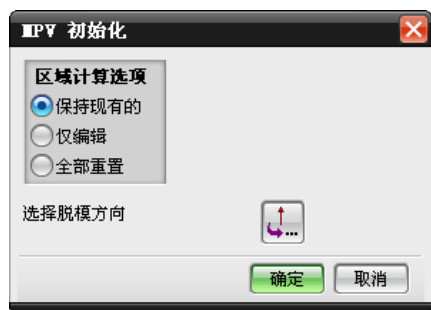

图 6-24 【MPV 初始化】对话框
(1) 在【模具分型工具】条中单击【区域分析】按钮, 弹出如图 6-24 所示的【MPV 初始化】对话框, 如果脱模方向正确不需要修改, 就在该对话框中单击【确定】按钮, 弹出图 6-25 所示的【塑模部件验证】对话框。
(2) 仔细检查【塑模部件验证】对话框, 发现【未定义区域】为 0, 说明系统已将塑件的型芯、型腔区域完全识别, 无须人为指定。单击【设置区域颜色】按钮, 再单击【应用】按钮, 然后退出该对话框。